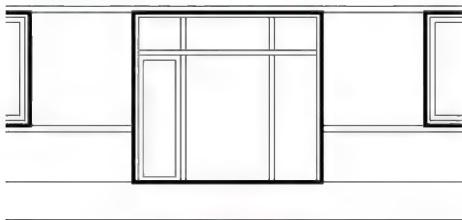

图 4.32 移动矩形
③ 在指定第二个点或 使用第一个点作为位移: 提示下, 输入“@80, 80”并按 Enter 键结束命令。这样将矩形向右上角移动, 水平向右偏移 80mm, 垂直向上偏移 80mm, 结果如图 4.32 所示。